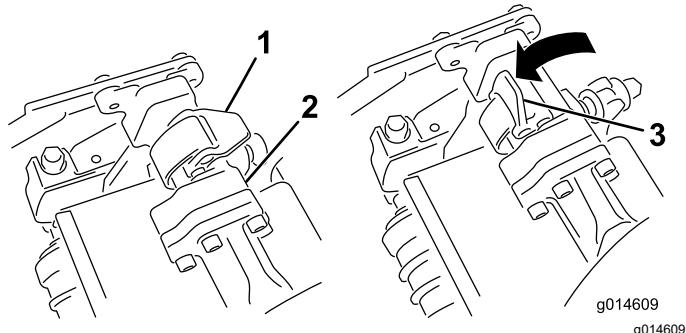
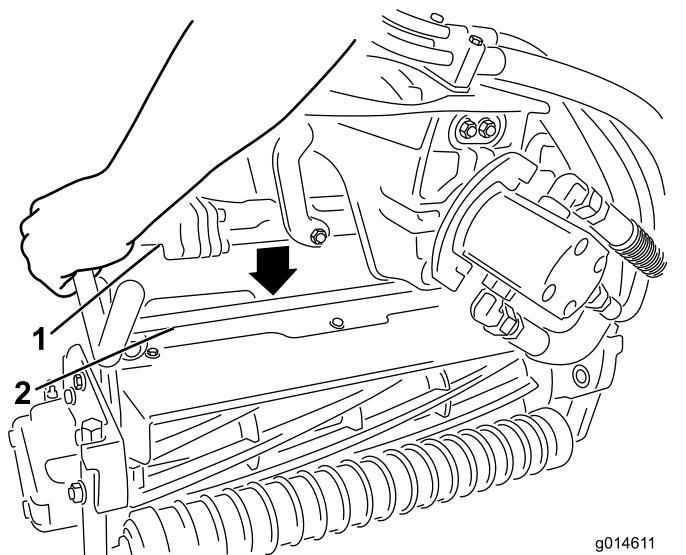

Figura 54
Figura 55
3. Con los enganches del brazo de suspensión orientados hacia arriba (es decir, abiertos (Figura 54)), empuje hacia abajo el brazo de suspensión de modo que la barra encaje en la barra situada en la parte superior de la unidad de corte (Figura 55).
4. Presione los enganches hacia abajo alrededor de la barra de la unidad de corte y bloquéelas (Figura 54).
4. Abra los enganches de la barra del brazo de suspensión de la unidad de corte que está retirando (Figura 54).